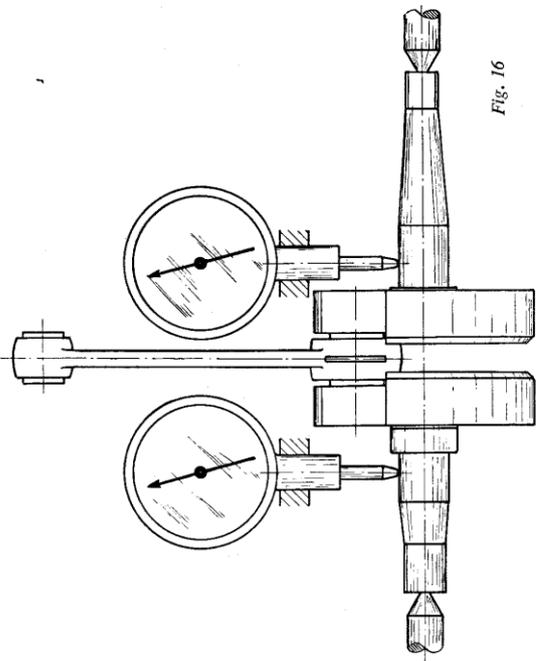

Fig. 16
1. Samling af krumtapskrive foretages ved at presse sølen med nålerulle, stålskrive og plejlstang i den ene krumtaphalvpart og dernæst i den anden. Kontrollér at plejlstangen går let rundt på lejet, uden at der er slør. Opretningen af den adskilte krumtapskrive foretages med megen omhu. Mellem 2 pinoler, se fig. 16, sættes krumtappen fast. Når man ved at holde i øverste plejlstangstøjt kører krumtappen rundt, må akslen ikke slå. Dette kontrolleres ved at sætte 2 måleure på et fast underlag og måle udslaget. Den største tolerance, der kan tillades for begge ure til sammen, er 4/100 mm. Er tolerancen større, kan man forsigtigt slå på den ene kontravægt og derved dreje denne, eller kontravægtene skal klemmes lidt sammen eller trækkes fra hinanden. Kun ved forsøg kan man finde frem til den fornævnte nøjagtighed. Er man ikke i besiddelse af det nævnte værktøj, adskil da aldrig en krumtap, men få den ombyttet på fabrikken.